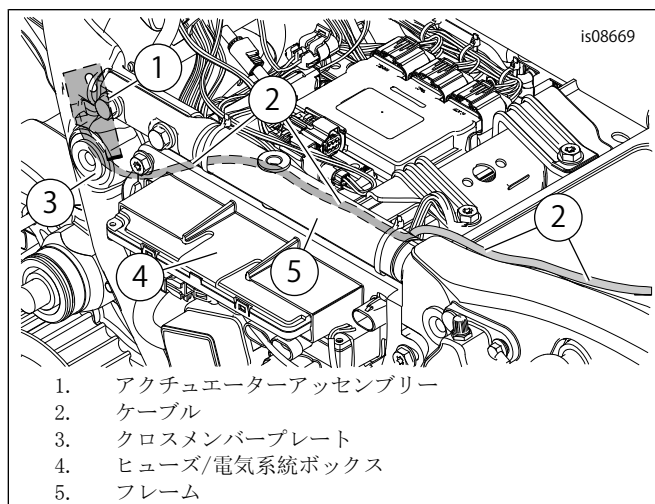

図10. ケーブルの取り回し
17. 「図10」を参照。ケーブル(2)をクロスメンバーの下に取り回します。